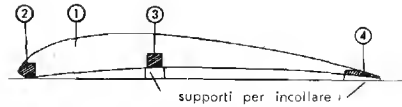

Fig. 549. Come si devono incollare il longherone principale, il bordo d'entrata e quello d'uscita alle centine.
un pezzetto di legno di scarto dello spessore di 3 mm. Ugualmente fissiamo sotto il bordo d'uscita (4) un pezzetto di legno di scarto dello spessore di 1 mm (fig. 549). Il bordo d'attacco si trova così fissato direttamente al modello. Montiamo ed incolliamo ora le centine e, dopo aver controllato che la loro posizione sia perpendicolare, assicuriamole con spilli, finché non sono asciutte. Seguiremo poi lo stesso procedimento per le due superfici esterne.